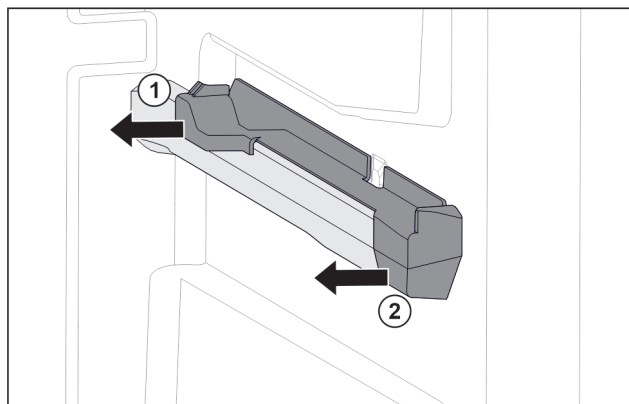

Fig. 153 Felhúzható elem a jobb oldali tartóbordán
- Oldalra húzza le a felhúzható elemet. Fig. 153 (1)
- Húzza előre felé a felhúzható elemet. Fig. 153 (2)